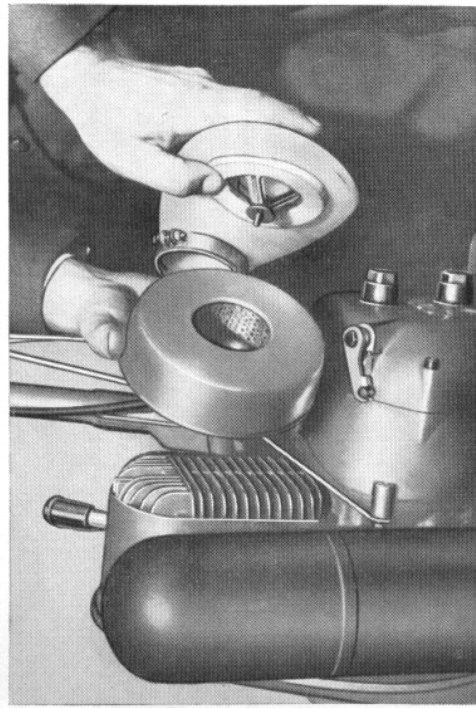

Bild 13
Der am Vergasergehäuse befestigte und am Getriebegehäuse abgestützte Luftfilter ist, wie in der Beschreibung bereits erwähnt, ein Papierfeinfilter, der in keinem Falle eingeeilt werden darf. Bei Arbeitsverhältnissen mit großem Staubanfall muß die Filterpatrone von Zeit zu Zeit ersetzt werden (Bild 13).
4. Überprüfen, ob Luftfilter verstopft ist (Bild 13).